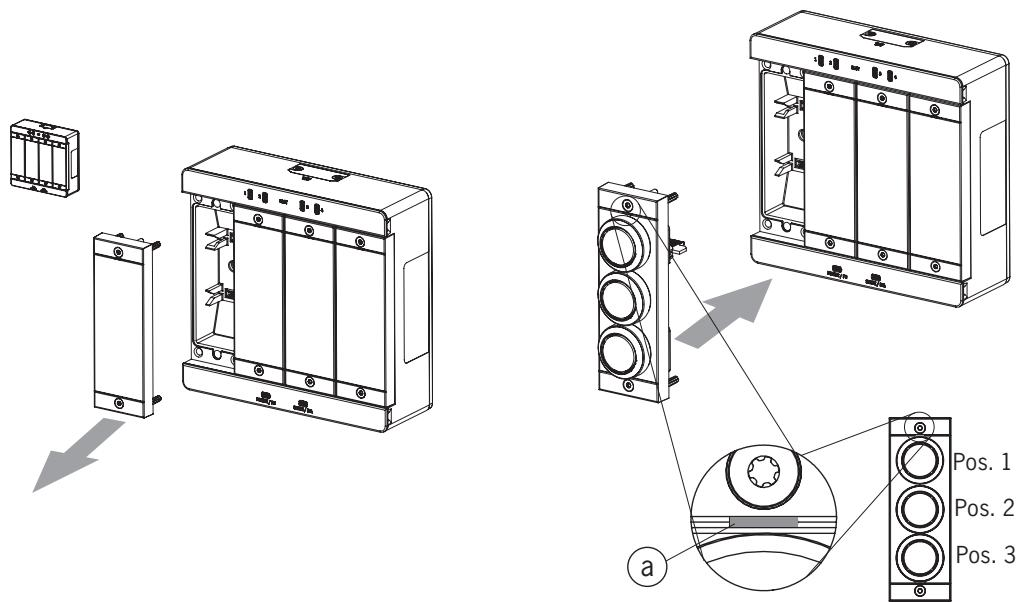

Bild 6: Submodul montieren
- Ausrichtung des Submoduls beachten. Siehe Markierung (a) in Bild 6: Submodul montieren. Submodule können auch um 180° gedreht eingebaut werden. Die Markierung (a) gibt immer die erste Bestückungsposition an. Im Beispiel unten also die Position des Drucktasters S1.